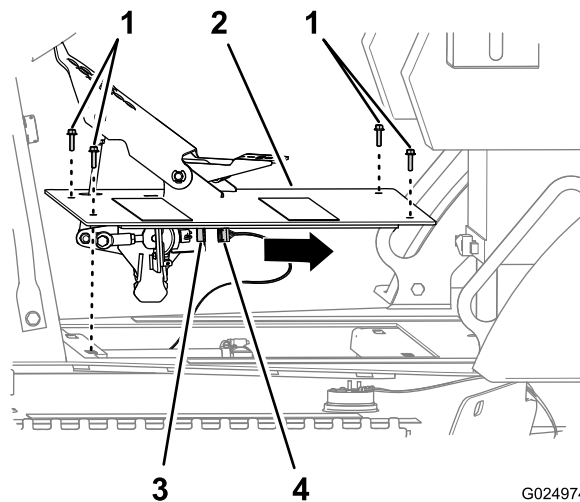

Figura 115
1. Remova os 4 parafusos sextavados flangeados que fixam aquele conjunto de pedal de tração ao chassi da máquina (Figura 115).
2. Solte o conector fêmea de 6 vias (do chicote da máquina) do conector de 6 pinos do sensor do pedal de tração (Figura 115).
3. Remova o conjunto de pedal de tração da máquina (Figura 115).
1. Conecte o conector fêmea de 6 vias (do chicote da máquina) ao conector de 6 pinos do sensor do pedal de tração (Figura 115).
2. Alinhe os orifícios na placa do conjunto de pedal de tração com os orifícios no chassi da máquina (Figura 115).
3. Prenda o conjunto de pedal de tração ao chassi da máquina com os 4 parafusos sextavados flangeados (6 x 25 mm); consulte o tópico Figura 115.